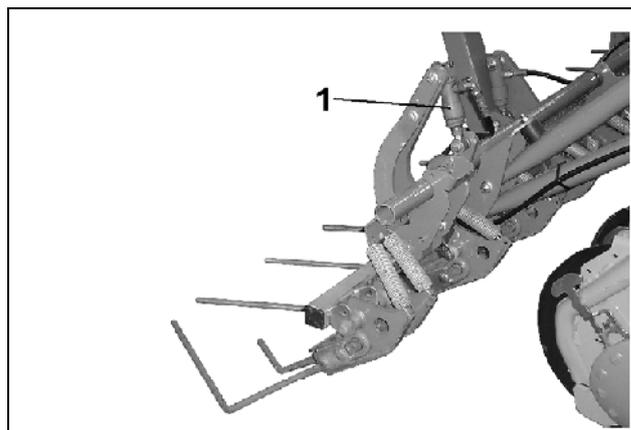
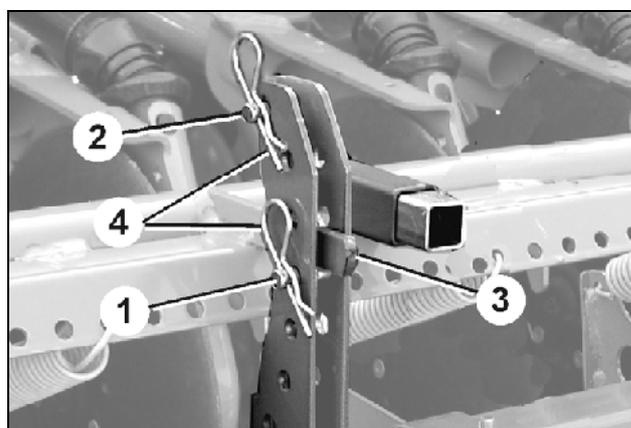

Fig. 99
Fig. 100
En passant d'une zone de sol normal à une zone à sol lourd et vice-versa, la pression du recouvreur FlexiDoigts peut être modulée en actionnant un vérin hydraulique (Fig. 99/1).
Deux axes (Fig. 100/1 et 2) sont brochés dans le segment de réglage et servent de butée au levier (Fig. 100/3). Le levier (Fig. 100/3), actionné par le vérin hydraulique (Fig. 99/1), est en appui contre l'axe I (Fig. 100/1), lorsque le vérin hydraulique est en échappement, et en appui contre l'axe II (Fig. 100/2) lorsque le vérin hydraulique est en pression.
- Mettez le vérin hydraulique (Fig. 99/1) en échappement.
- Introduisez l'axe II (Fig. 100/2) dans l'un des trous du segment de réglage placé au dessus du levier (Fig. 100/3) et goupillez en sécurité avec une goupille agricole (Fig. 100/4).
- Mettez le vérin hydraulique (Fig. 99/1) en pression.
Introduisez l'axe I (Fig. 100/1) dans l'un des trous du segment de réglage, placé en dessous du levier (Fig. 100/3) et goupillez en sécurité avec une goupille agricole (Fig. 100/4)..